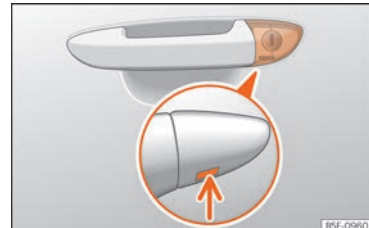

Abb. 6 Fahrertürgriff: verborgener Schließzylinder.
- Den Schlüsselbart am Fahrertürgriff in die untere Öffnung der Abdeckkappe stecken » » » **Abb. 6** (Pfeil) und die Abdeckkappe von unten nach oben anheben.